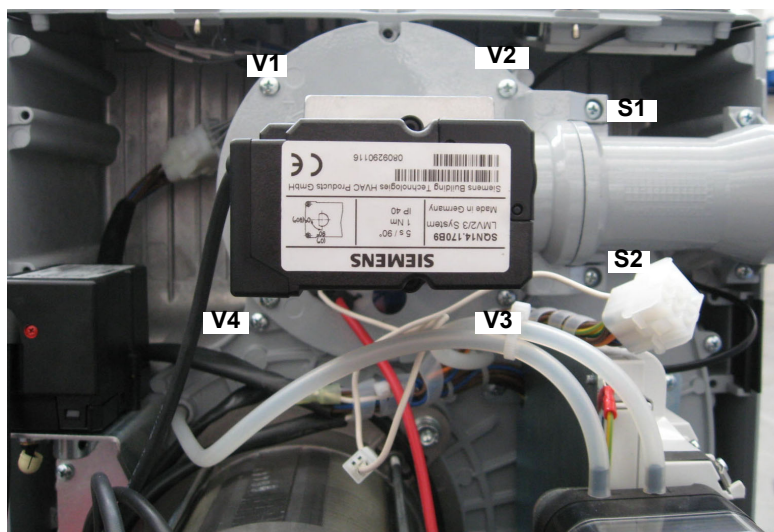

Fig. 31
- Desmonte, controle y limpie el cabezal de combustión (véase Fig. 31 y siguientes)
- 1 Quite los 4 tornillos V1, V2, V3, V4 y el par de tornillos S1 y S2 (Fig. 31).